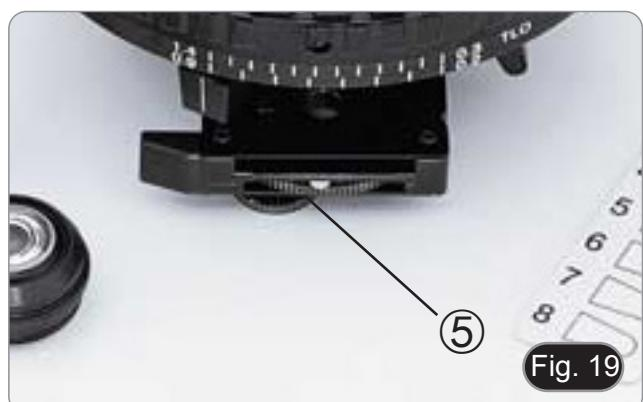

Fig. 19
6. Gire la rueda polarizadora ⑤ debajo del condensador (Fig. 19) para conseguir el máximo oscurecimiento de los oculares y, a continuación, apriete el tornillo de bloqueo de rotación del polarizador ④.